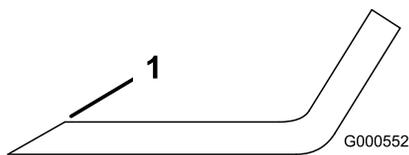

Bild 107
- Schärfen Sie die Schnittkante an beiden Enden des Schnittmessers mit einer Feile (Bild 107).
Hinweis: Feilen Sie, wenn das Schnittmesser nicht ausgewuchtet ist, vom Flügelbereich des Messers etwas Metall ab (Bild 107).